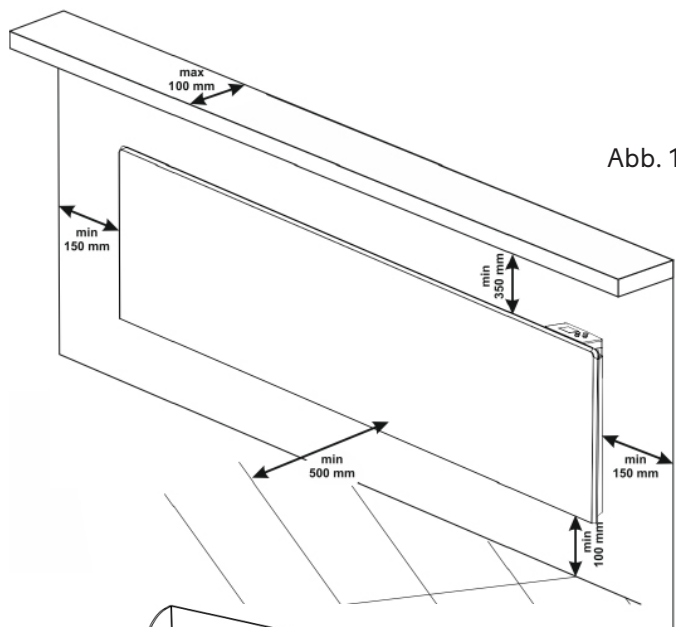
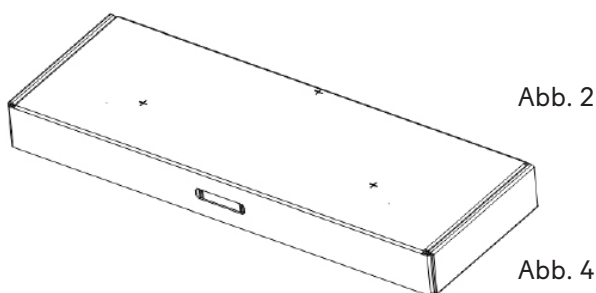
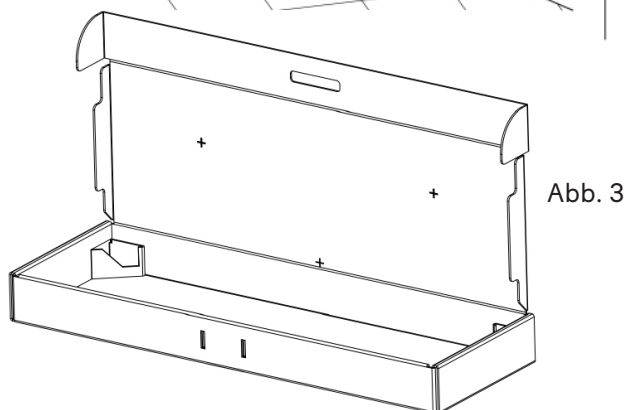

Abb. 1
Abb. 2
Abb. 3
- Den Montageort auswählen und die drei Befestigungspunkte für die Bohrungen markieren. Danach mit einem Bohrer mit $\varnothing 6$ mm Löcher an den markierten Stellen in die Wand bohren (Abb. 1). Als Hilfe können die mit einem + gekennzeichneten Löcher in der Verpackung als Schablone verwendet werden (Abb. 2).
- Die Position an der Wand entsprechend den in Abbildung 1 genannten Maßen wählen. Den Karton öffnen und an die Wand halten (Abb. 3). Danach die markierten Löcher auf die Wand übertragen.